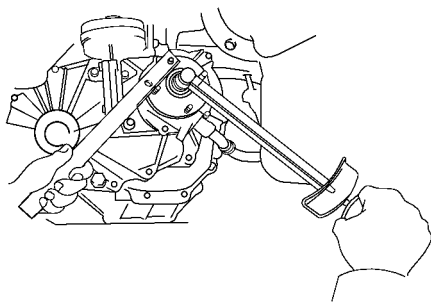

图 12-43 在螺栓上涂敷液态密封胶
3) 在螺栓上涂敷液态密封胶，装上并旋紧螺栓，如图 12-43 所示。